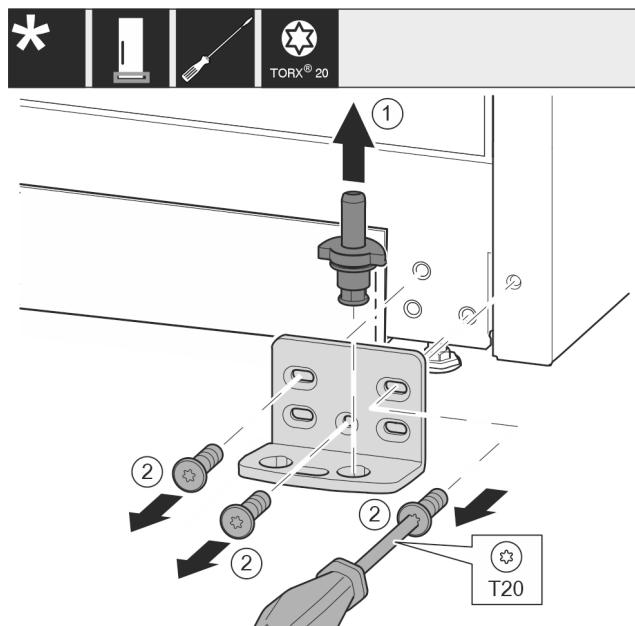

Fig. 12
- Ložiskový čep celý vytáhněte nahoru. Fig. 12 (1)
- Šroubovákem T20 vyšroubujte šrouby a odeberte stojan ložiska. Fig. 12 (2)